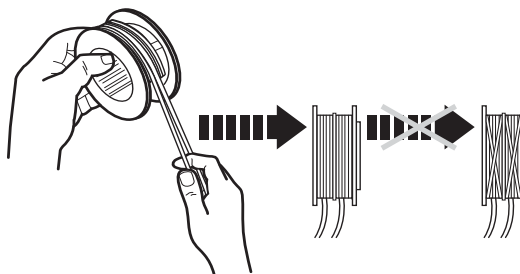

Fig. 16d
- > Enroulez solidement chacune des deux moitiés du fil autour de la bobine dans le sens des aiguilles d'une montre. Chaque moitié du fil doit être sur une des deux moitiés de la bobine délimitées par le guide (fig. 16d).